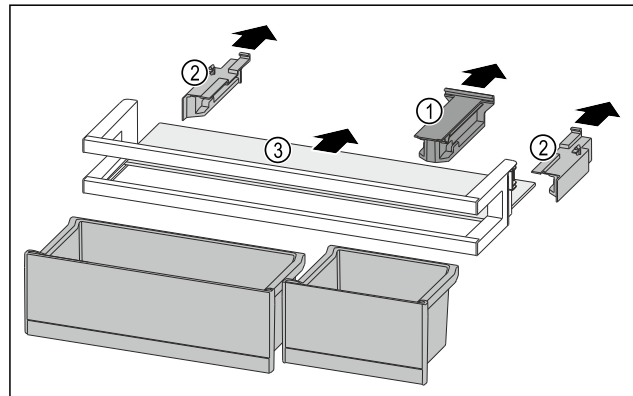

Fig. 202
- ▶ Витягніть кріпильний елемент Fig. 202 (1).
- ▶ Витягніть бічні елементи Fig. 202 (2).
- ▶ Дістаньте полицю Fig. 202 (3).